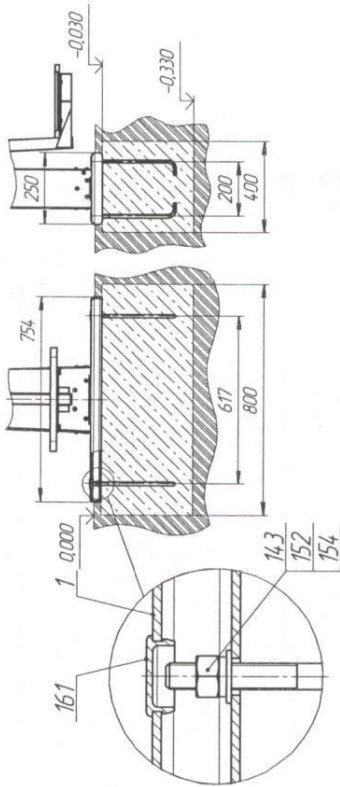

Рис. 3
12.3.8 Убедиться в сухости и прочности залитого бетона. Установить тренажер на анкерные болты и закрепить, установить заглушки поз.161 (рис.3)